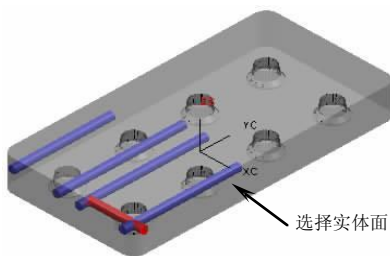

图5-104
- 以相同方法创建冷却水道，设置冷却水道直径为“M8”、“HOLE_1_DEPTH=50”、“HOLE_2_DEPTH=50”，选择实体面作为冷却水道参考面，设置冷却水道坐标为（-110，5，0），结果如图 5-104 所示。